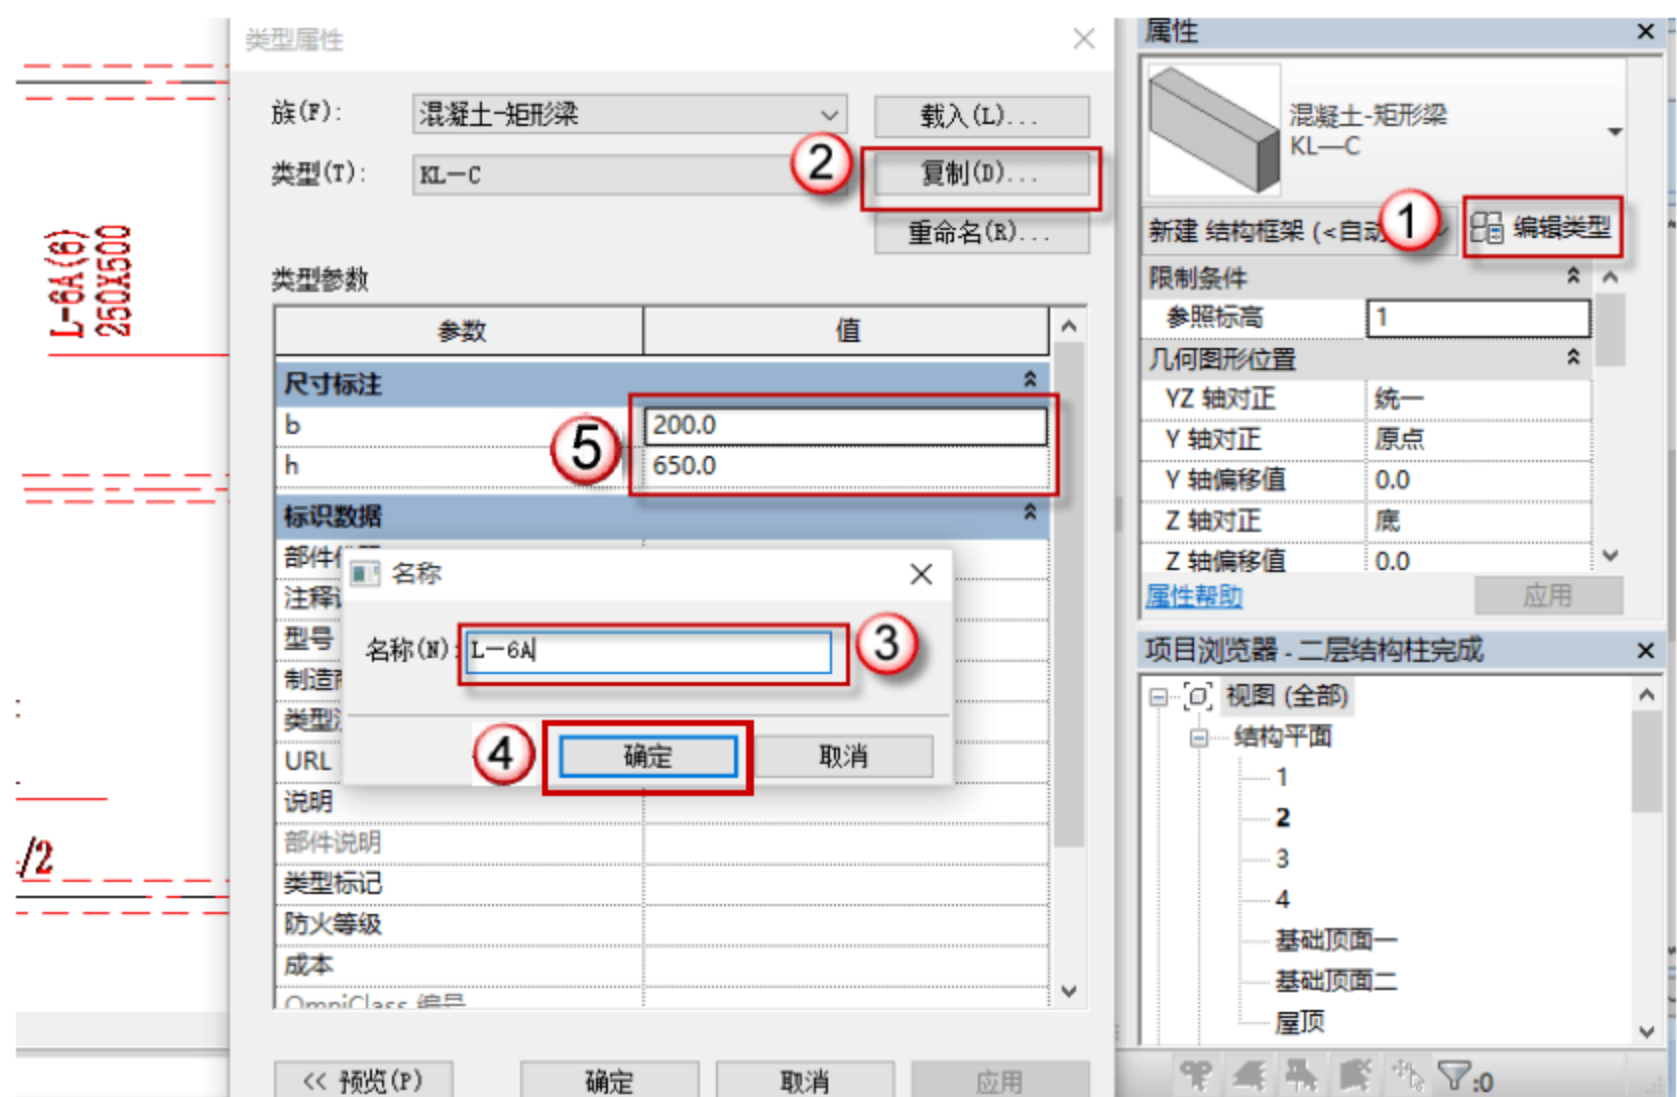

图 4.2.95 设置 L-6A 参数
(20) 设置矩形梁 L-6A 参数，按快捷键 B+M，出现绘制的界面，单击“编辑类型”按钮，在弹出的对话框中单击“复制”按钮，再在弹出的对话框中命名新的族 L-6A，单击“确定”按钮。在“尺寸标注”栏设置参数，如图 4.2.95 所示。